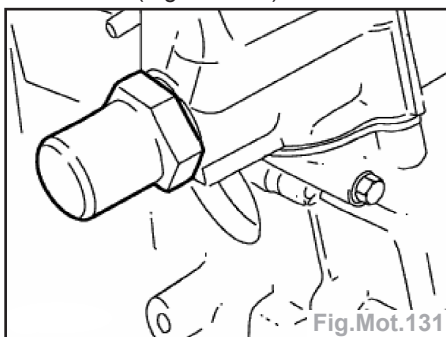

Fig.Mot.131
- Déposer le cylindre du piston du tendeur de chaîne (Fig.Mot.131).